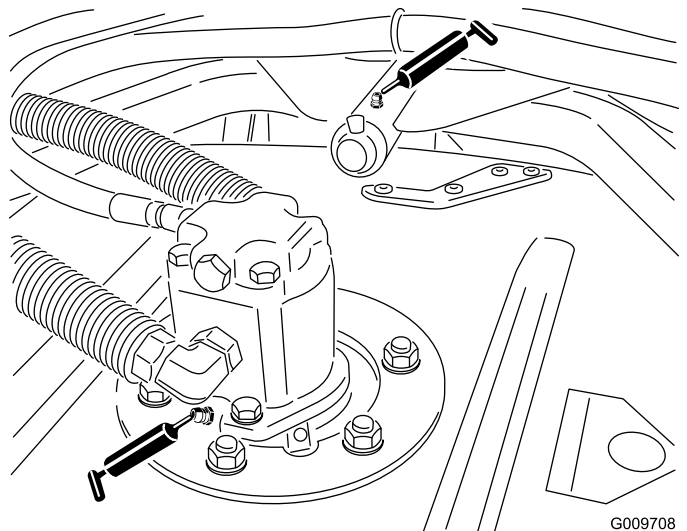

Figura 47
- Ložiska dřívku vřetena žací jednotky (2 na žací jednotku), viz Figura 47.
- Pouzdra nosného ramene žací jednotky (1 na žací jednotku), viz Figura 47.